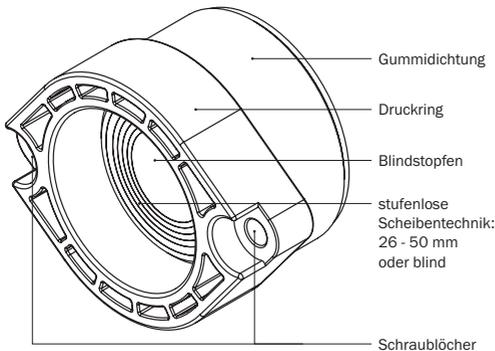

Abbildung 8.1: **KRASO® BKP - Boden - Dichteinsatz - Strom** - Scheibentechnik
- Entfernen Sie den Blindstopfen des **KRASO® BKP - Boden - Dichteinsatzes - Strom** - und passen Sie die Gummidichtung anhand der vorgegebenen Scheibentechnik entsprechend dem Rohrleitungsdurchmesser an (s. Abbildung 8.1).